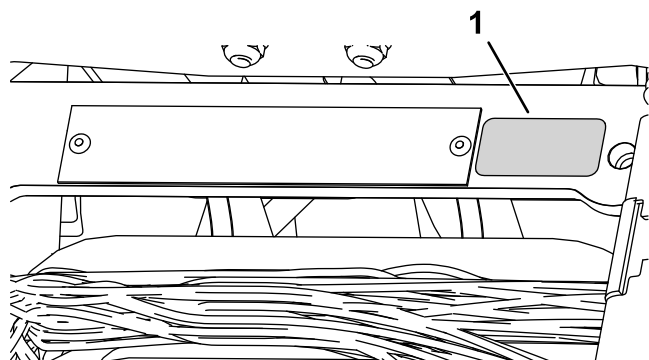

Figure 17
- Appliquez l'autocollant de l'année de production près de la plaque du numéro de série (Figure 17).